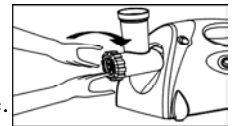

fig.6
- 5- Tenir le disque avec le doigt et visser la bague de fixation avec l'autre main sans forcer (fig.6).